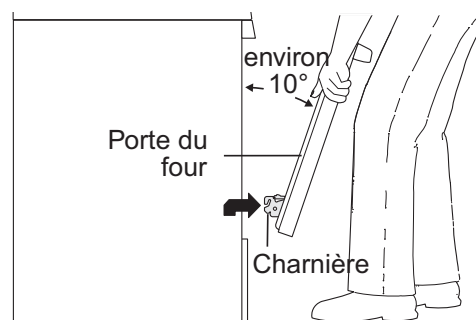
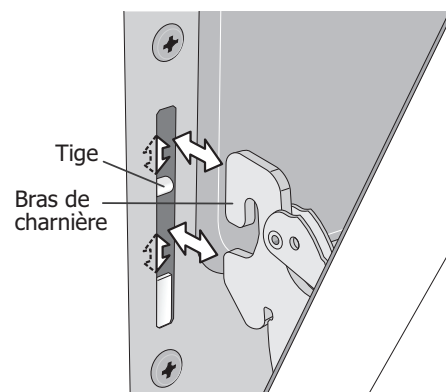

Figure 34: Déverrouillage de la charnière de porte
Figure 35: Position de retrait de la porte
2. Tirez vers le haut le verrou situé sur chaque support de charnière vers l'avant du four jusqu'à ce que le verrou se bloque. Il se peut que vous deviez pousser légèrement le verrou vers le haut pour le lever (Figure 35 et Figure 34).
1. Tenez fermement les deux côtés de la porte. N'utilisez pas la poignée de la porte du four (Figure 34).
2. Tenez la porte dans le même angle que pour le retrait. Insérez avec précaution les leviers de charnières dans le cadre du four jusqu'à sentir que les leviers de charnières sont insérés dans les encoches des charnières. Avant d'ouvrir complètement la porte du four, assurez-vous que les bras de charnières sont complètement insérés dans les encoches de charnières (Figure 35).